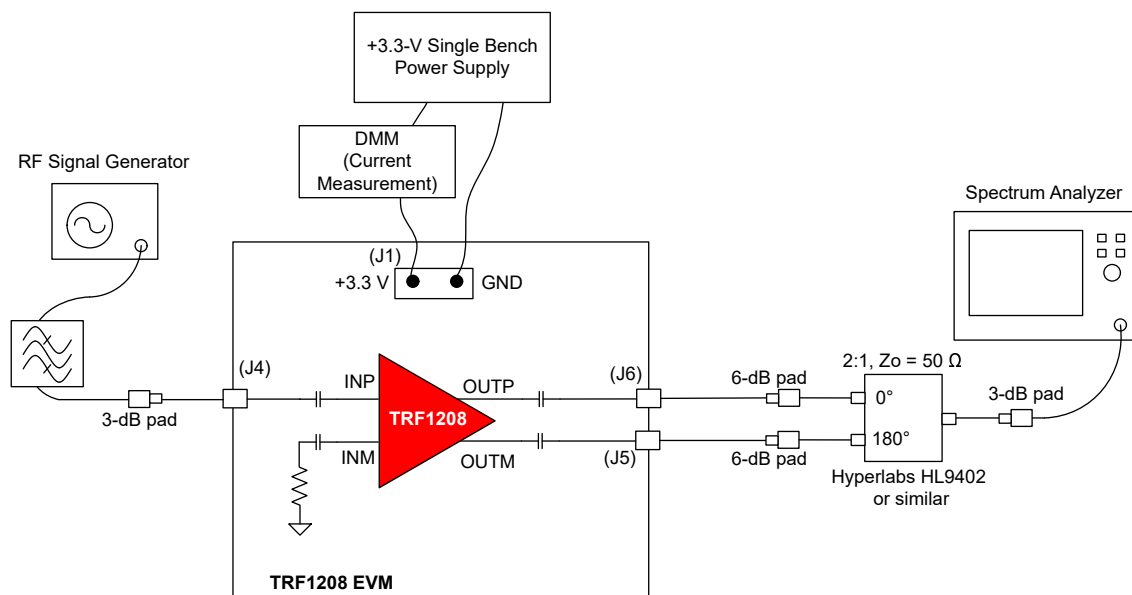

图 1-1. 增益和输出 P1dB 的单音设置
本节提供 TRF1208 EVM 的一般使用信息。有关作为后续说明基准点的一般单音设置图，请参阅图 1-1 (为清晰起见，省略了某些元件，如电源旁路电容器)：
在测量单音失真时，请使用射频带通滤波器，如图 1-1 所示。
- e. 当连接到频谱分析仪时，必须使用外部无源平衡-非平衡变压器将 EVM 发出的差分信号转换为单端信号，如图 1-1 所示。